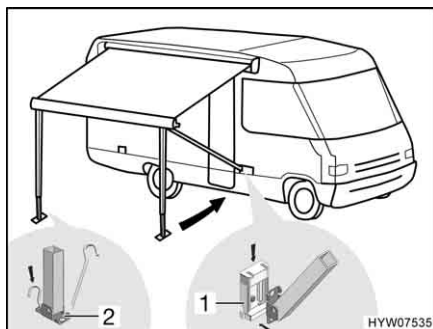

Fig. 15 Fissaggio dei montanti di supporto
- Incastrare i montanti di supporto nei supporti (Fig. 15,1) sul veicolo (se presenti), oppure fissarli sul terreno con dei puntelli (Fig. 15,2).